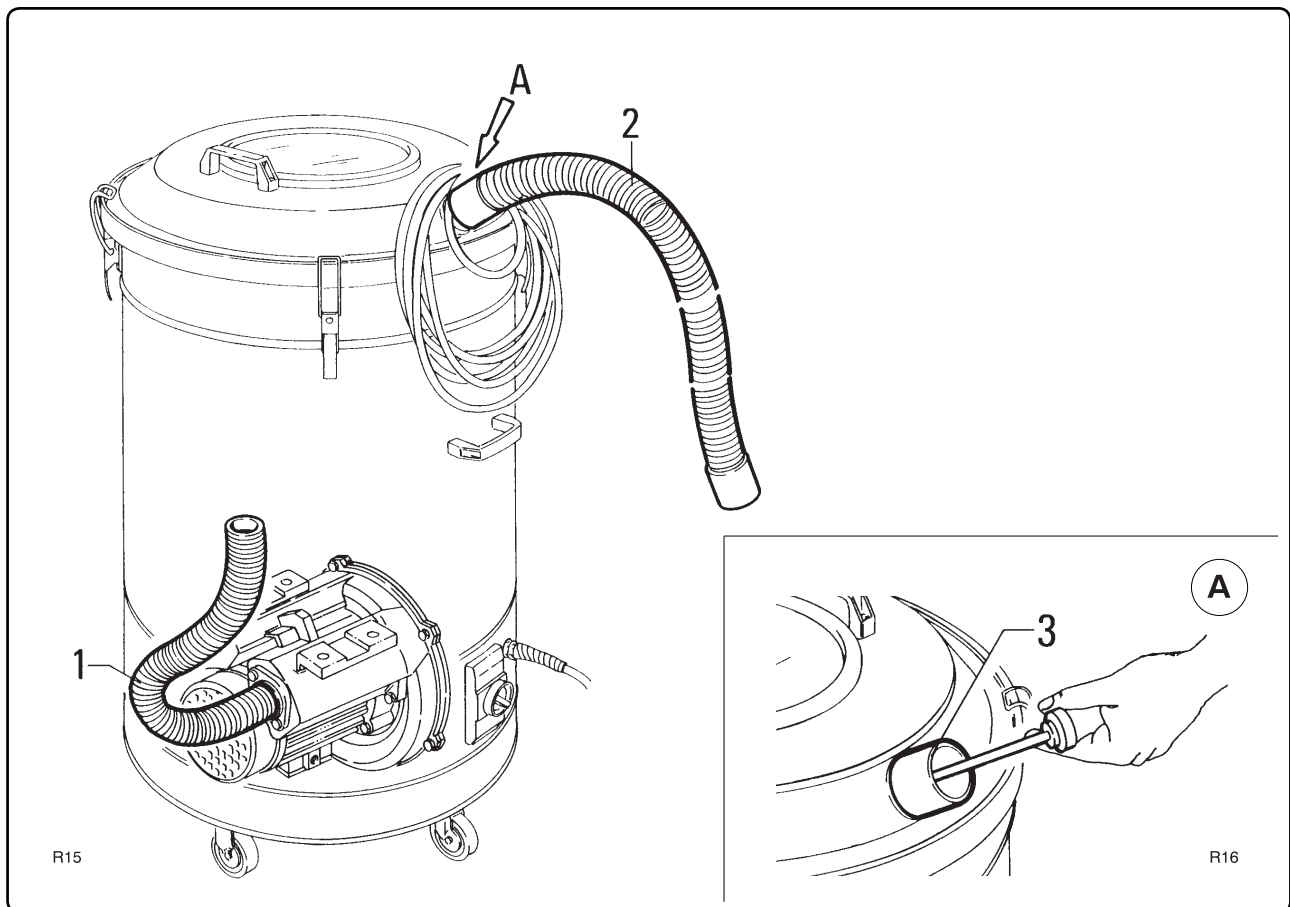

Fig. 7.5.3
7.5.3 - Verificați starea furtunurilor (fig. 7.5.3)
Când sunt tratate materiale lipicioase, verificați dacă nu există eventuale înfundări în furtunul „2” și racordul de evacuare „3”. Răzuiți exteriorul racordului de evacuare și îndepărtați reziduurile depuse în modul indicat în fig. 7.5.3.